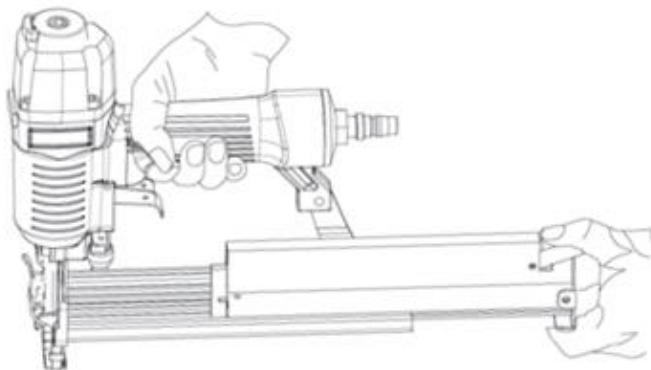

Рис. 1
4. Перед началом работы инструмент необходимо расконсервировать. Для этого через впускной штуцер (5) , при открытом пусковом устройстве, залить внутрь чистый керосин, а затем продуть инструмент сухим сжатым воздухом. Эту операцию повторить 2-3 раза. Перед уборкой инструмента на хранение, повторите процедуру промывкой керосином.
5. Перед первым пуском необходимо через впускной штуцер (5) (рис.1) залить 5-10мл масла для пневматического инструмента или аналогичного.
Крепко удерживая степлер, разблокируйте фиксирующий рычаг (Рис. 1) и до конца потяните толкатель магазина назад.